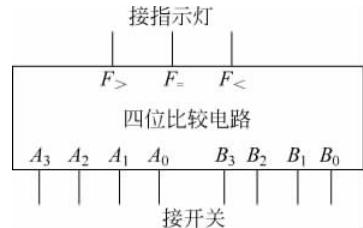

图 5.6.2 四位比较电路示意图
- (1) 用 GAL 实现一个四位比较器。
- (2) 按图 5.6.2 进行设计, 绘出逻辑图和引脚分配图。
- (3) 功能见表 5.6.2。
- (4) 正确形成源程序文件、列表文件、JEDEC 文件。
- (5) 正确编辑熔丝图, 并把熔丝图写入 GAL 芯片。
- (6) 检验 GAL 芯片的功能。